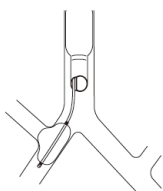

Fig.9
- Pour une thoracotomie à droite, positionner et gonfler le ballonnet du bloqueur de sorte à créer une légère hernie dans la bronche lobaire supérieure. Ceci aidera à fixer le ballonnet du bloqueur en position et à parfaitement bloquer la bronche souche principale droite (Fig. 9).